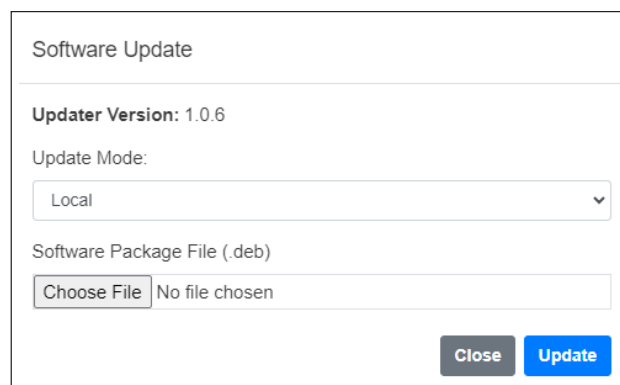

Figura 5.2: Atualização local do WEGscan 1000
- Modo Local: A atualização de software em modo local (Figura 5.2) permite que a atualização possa ser realizada mesmo que o WCD-ED310 não esteja conectado à internet. Para que isso seja possível, é necessário que o pacote de software (com extensão .deb) seja previamente baixado no computador ou dispositivo móvel por onde a página web está sendo acessada. Em seguida, basta fazer o upload do pacote por meio do botão Choose File e pressionar o botão Update na sequência. Também é possível habilitar a opção de atualização com Factory Reset, onde todos os parâmetros de configuração voltam para os valores de padrão de fábrica.